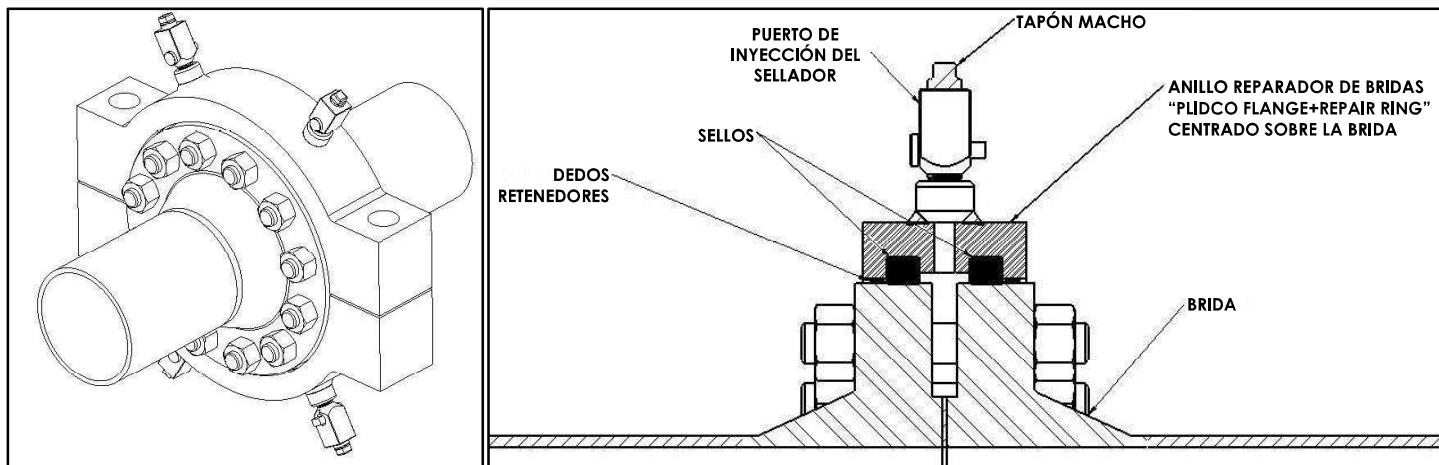

Figura 4
8. Ensamble el anillo reparador de bridas "PLIDCO Flange+Repair Ring" alrededor de las bridas asegurándose de que el anillo quede centrado sobre el claro entre las bridas y de que los extremos pintados de amarillo coincidan. Se recomienda orientar la carcasa del anillo reparador de bridas "PLIDCO Flange+Repair Ring" directamente sobre el área del conjunto de bridas con el mayor volumen de fuga. Para evitar la fuga de líquidos, rocíe directamente sobre los sellos longitudinales. Un puerto de inyección del sellador debe estar lo más cerca posible de la parte superior y otro cerca de la fuga, pero no directamente sobre esta. Esto ayudará a indicar cuándo el espacio anular del anillo reparador de bridas "PLIDCO Flange+Repair Ring" esté lleno o cuándo el sellador haya alcanzado la parte superior de la conexión. En la Figura 4, se muestra cómo el anillo reparador de bridas "PLIDCO Flange+Repair Ring" debe encajar alrededor de las bridas; además, se indican los nombres y las ubicaciones de las distintas partes que conforman la conexión.